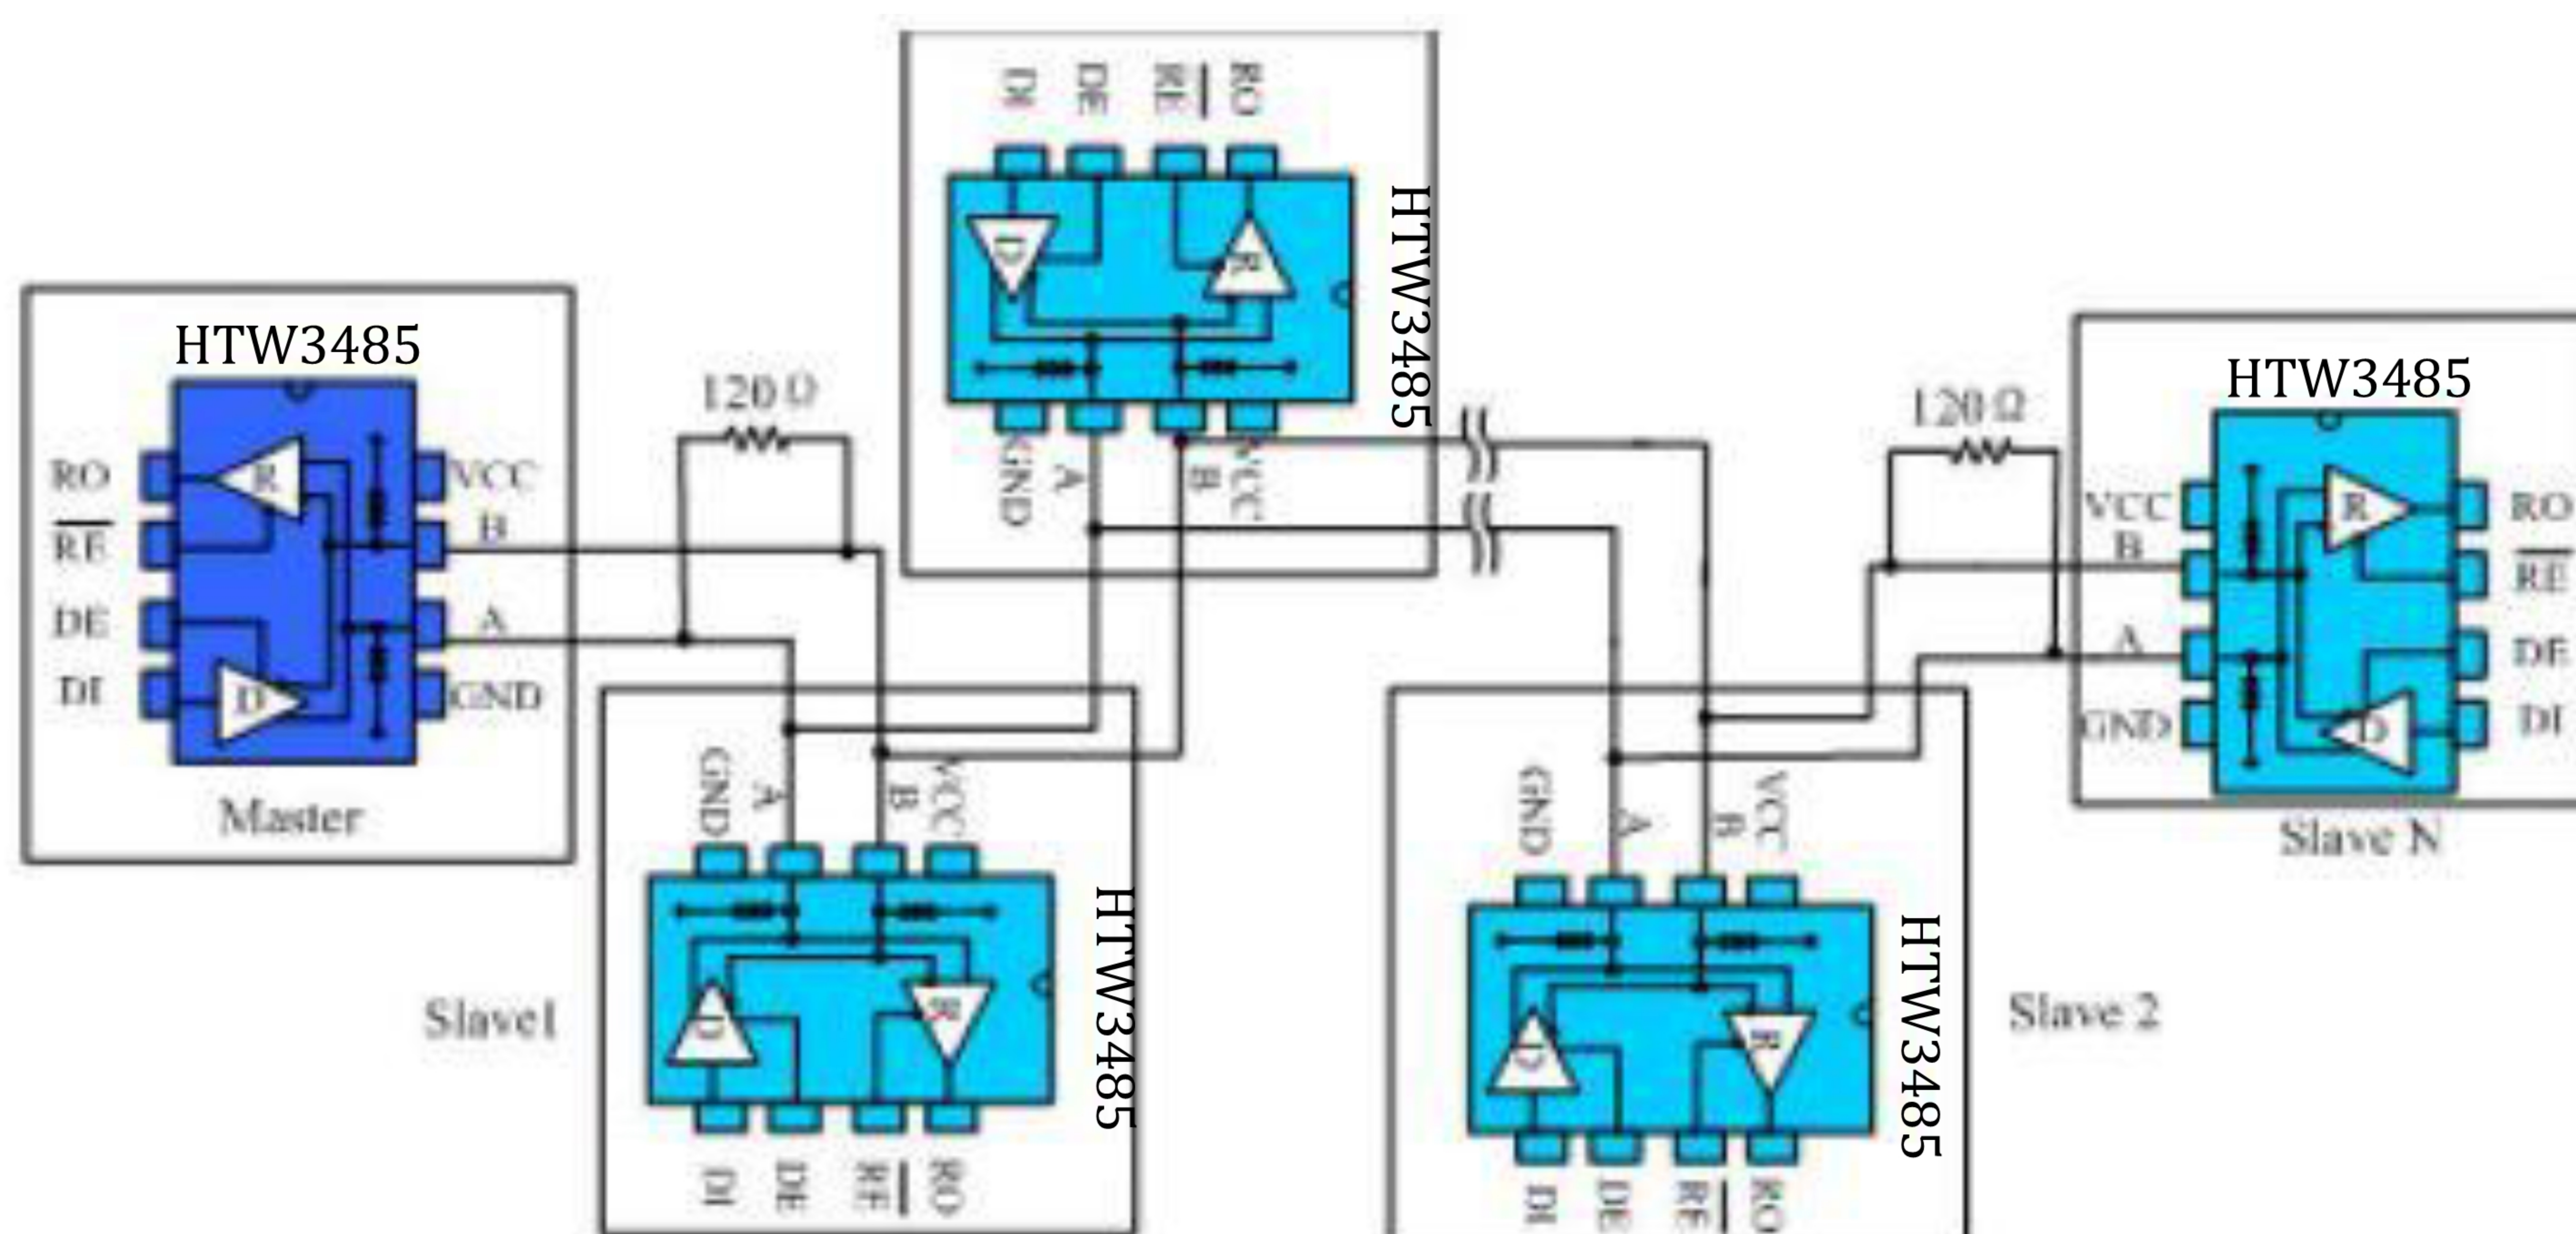

图 10 手把手式 RS485 半双工通讯网络
4.2 手拉手式组网：又称菊花链拓扑结构，是 RS485 总线布线的标准及规范，是 TIA 等组织推荐使用的 RS485 总线拓扑结构。其布线方式就是主控设备与多个从控设备形成手拉手连接方式，如图 10 所示，不留分支才是手拉手的方式。这种布线方式，具有信号反射小，通讯成功率高等优点。